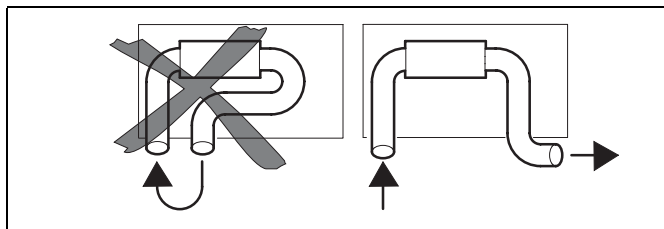

Fig. 7: Värmeluftintag och värmeluftutsläpp
- Luftkortslutning mellan värmarluftintag och värmarluftutsläpp (Fig.7).